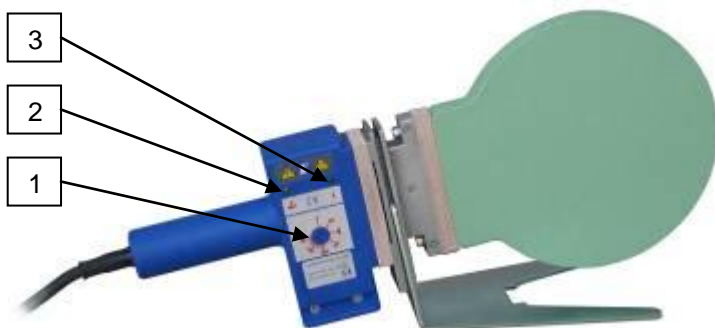

Рис. 4 Сварочное зеркало
Электроторцеватель и сварочное зеркало закреплены на центраторе с возможностью свободного перемещения вдоль центратора, а также наклона вперед в рабочую зону или откидывания назад. При откидывании сварочного зеркала назад из рабочей зоны оно автоматически устанавливается между пластинами защитного кожуха для предотвращения случайного контакта оператора с горячими поверхностями. Как альтернатива, предусмотрена возможность не крепить сварочное зеркало на центраторе, а закрепить на зеркале подставку и устанавливать его на горизонтальную поверхность (Рис.4). Подставка прилагается в комплекте.
На панели управления сварочного зеркала (Рис.4) расположена поворотная кнопка настройки температуры (1) и два светодиода – желтый (2) и зеленый (3). Зеленый светодиод индицирует сеть питания. Желтый светодиод индицирует процесс нагрева сварочного зеркала.